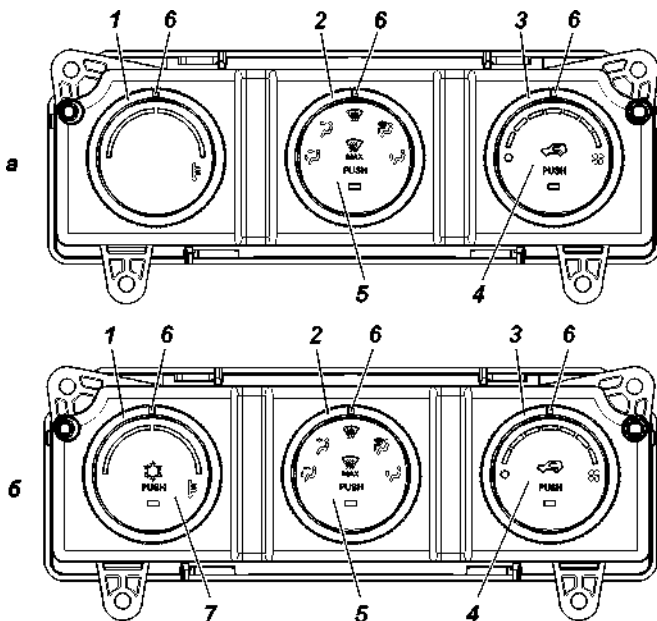

Рис. 3.25. Пульт управления отопителем:
Отопление, вентиляция и кондиционирование салона управляются пультами (рис. 3.25 а,б), которые являются основными устройствами управления.
### Панель управления (рис. 3.25)
**2 - поворотный переключатель распределения потоков воздуха (рис. 3.25 а, б).**
**4 -кнопочный переключатель режима «приточный воздух-рециркуляция»** (рис. 3.25) со световым индикатором.
**5 -кнопочный переключатель интенсивного обогрева ветрового стекла.** Переводит поток воздуха на ветровое стекло. При повторном нажатии на кнопку поток воздуха распределяется в соответствии с положением поворотного переключателя 2 (рис. 3.25 а,б).
**7 -кнопочный переключатель режима кондиционирования** (рис. 3.25 б) со световым индикатором.
Приточная вентиляция салона осуществляется по тем же каналам, при крайнем левом положении переключателя 1 (рис. 3.25). Вытяжная вентиляция осуществляется за счет отверстий в задней обивке, через решетку с клапанами на боковинах кабины и через опущенные стекла дверей.
#### Режимы работы пульта (рис. 3.25)
При вращении переключателя вентилятора 3 (рис. 3.25) в пределах делений 1 и 8, система включается на ручную регулировку, и скорость вентилятора повышается на одно деление вверх и вниз в пределах делений.
В этом режиме пульт переводит заслонку воздухораспределения в положение «На стекло», заслонку подмешивания в положение, соответствующее 8-мой позиции переключателя 1 (рис. 3.25). Вращение вентилятора при этом происходит со скоростью, соответствующей 7-мой позиции
Включение кондиционера производится нажатием кнопки 7 (рис. 3.25 б).
Для более эффективного охлаждения, кнопкой 4 (рис. 3.25) включается режим рециркуляции (забор воздуха будет осуществляться из салона автомобиля).
**ВНИМАНИЕ!** *При длительной работе кондиционера на холостом ходу двигателя и при движении в тяжелых условиях с нагрузкой на двигатель близкой к максимальной, с целью исключения перегрева двигателя, возможны автоматические отключения компрессора кондиционера со снижением эффективности охлаждения салона. Для повышения эффективности работы кондиционера при данных условиях эксплуатации, рекомендуется увеличить скорость вращения вентилятора климатической установки поворотом переключателя 3 (рис. 3.25) и включить режим «рециркуляции воздуха» на не продолжительное время 5-10 минут.*